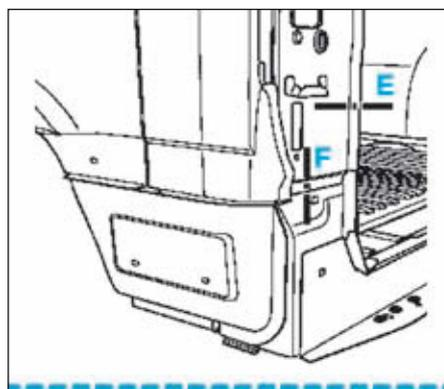

FIG.138
- Dépointer et fraiser comme illustré (Fig.137) et (Fig.138).